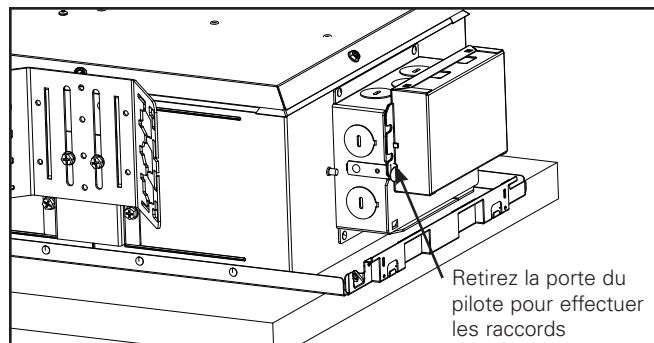

Figure 4a.
1. Retirez la porte extérieure de la boîte de jonction. Raccordez les fils d'alimentation et les fils de commandes/gradation appropriés comme indiqué aux schémas de câblage et conformément avec vos Codes de l'électricité locaux ou nationaux (consultez la Figure 4a).